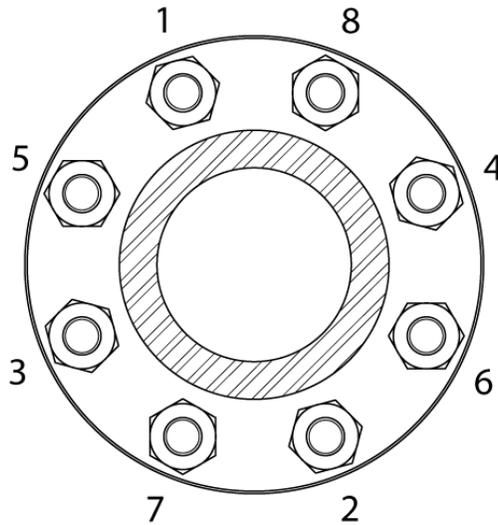

Figura 2-3. Secuencia de apriete para bridas de 8 pernos
2. La primera vez, apriete las tuercas hasta el 25% del par de torsión recomendado siguiendo la secuencia de la figura 2-3.
3. La segunda vez, apriete las tuercas hasta el 75% del par de torsión recomendado siguiendo la secuencia de la figura 2-3.
4. La tercera vez, apriete las tuercas hasta el 100% del par de torsión recomendado siguiendo la secuencia de la figura 2-3.